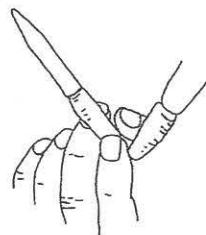

图 3-19 除去碱式滴定管乳胶管中气泡的方法
(4) 调节起始读数：在滴定管下放一个烧杯，调节活塞，使滴定管尖嘴部分充满反应液（如果滴定管内部有气泡，应快速放液以赶走气泡；除去碱式滴定管乳胶管中气泡的方法如图 3-19 所示），并使液面处于“0”刻度，准确读取读数并记录。
(5) 放出反应液：根据实验需要从滴定管中逐滴放出一定量的液体。